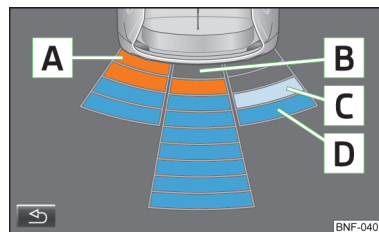

Fig. 85 Visning af det optiske parkeringssystem på skærmen
Visning på skærmen » Fig. 85
- A** En forhindring, der registreres i kollisionsområdet, vises ved hjælp af det orange segment » Fig. 85. 🚫 **Kør ikke videre!**
- Ved at trykke på symbolknappen  på multifunktionssystemets skærm » Fig. 85